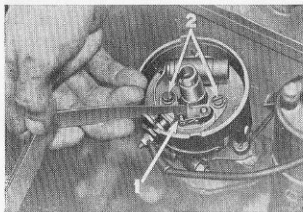

Bild 19.
Vrid motorn för hand med startveven, tills kontaktarna (1, bild 19) ha öppnat för fullt. Stick in ett bladmått, som är 0,014"—0,016" (0,36—0,41 mm) tjockt, mellan kontaktarna. Vid rätt kontaktavstånd skall bladmättet glida styvt mellan kontaktarna. Om kontaktavståndet däremot är felaktigt tillgår justering på följande sätt:
1. Låt motorns vevaxel stå kvar i det läge, som ger maximalt kontaktavstånd, och lossa de två skruvarna (2, bild 19), som hålla plattan med fasta avbrytarkontakten.